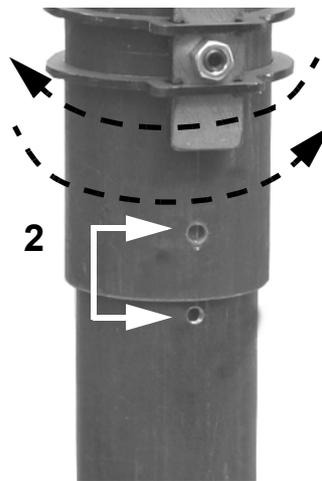

Fig. 9
- 4 Extraer los 4 tornillos que fijan la tobera al botín (Fig. 9).
- 2 Bajar la parte final de la cabeza de combustión, moviendo la con una ligera rotación alternada hasta que los agujeros indicados coincidan (Fig. 9) y fijar el tornillo indicado en Fig. 10.